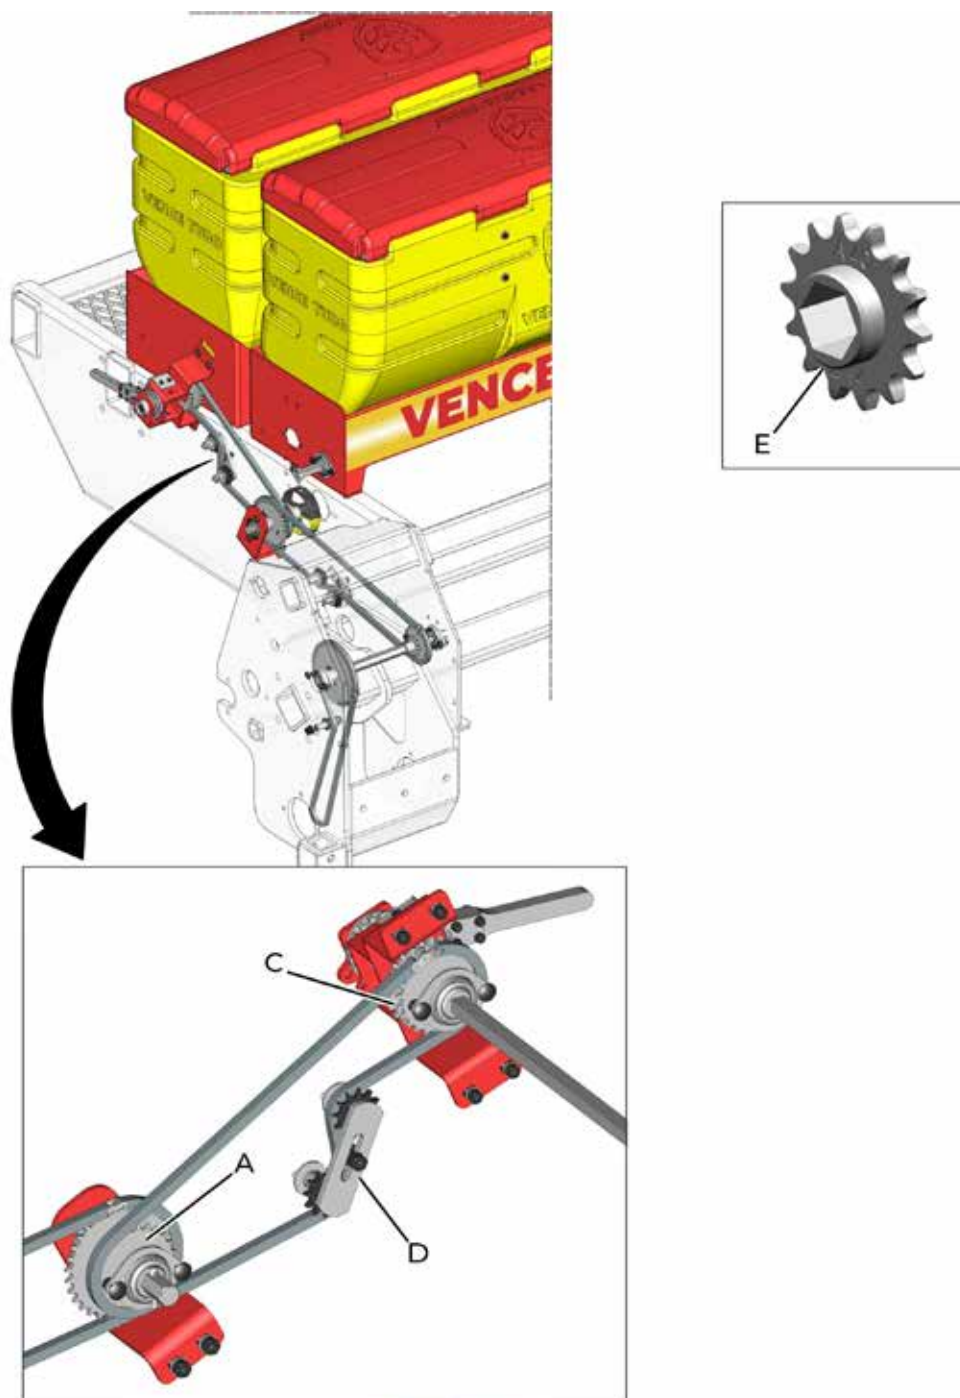

fig. 41
Para o plantio de sementes miúdas com a caixa distribuidora (B) (fig. 08, página 42), há mais uma opção de redução, por meio da engrenagem Z24 (A) (fig. 41) com a engrenagem Z24 (C). Para realizar a troca de engrenagem, afrouxe o esticador (D) e substitua a engrenagem Z24(A) para a engrenagem Z14 (E) que se encontra na caixa de acessórios.